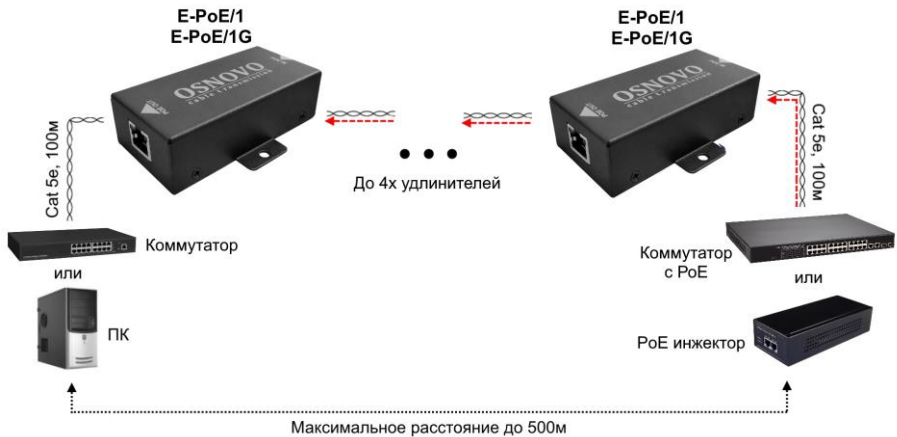

Рис.5 Схема подключения оконечного устройства без PoE к удлинителям E-PoE/1, E-PoE/1G.
- Допускается подключение оконечных устройств без PoE к выходному порту удлинителей, в этом случае удлинители будут работать в режиме передачи данных Ethernet (при этом питание самих удлинителей осуществляется по PoE, (Рис.5)).